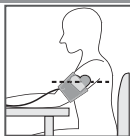

Рис. 11
1. Сядьте у стола так, чтобы во время измерения артериального давления Ваша рука опиралась на его поверхность (рис.11). Удостоверьтесь, что место наложения манжеты на плечо находится приблизительно на той же самой высоте, что и сердце, и что предплечье свободно лежит на столе и не двигается.